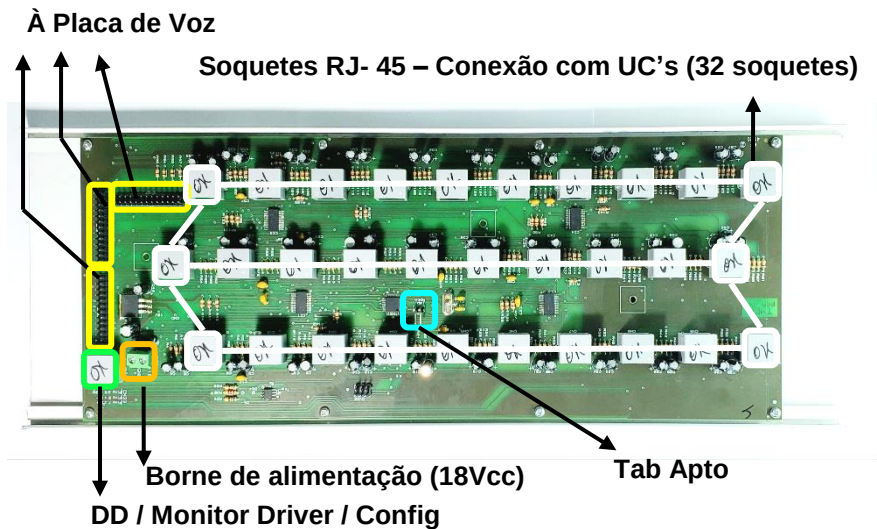

Figura 17 – Painel Concentrador
- f. Localize os soquetes modulares (RJ-45) aos quais serão conectados os cabos vindos das UC's. Estes soquetes encontram-se na placa de sinalização acoplada à tampa frontal do painel e são rotulados (em fábrica) com os números das UC's correspondentes. Veja a **Figura 17** abaixo e a tabela de correspondência das UC's e soquetes que acompanha o seu sistema específico.
- h. Mantenha ainda a fonte de alimentação do sistema desconectada da rede elétrica. Conecte o cabo paralelo vindo da fonte de alimentação (veja o passo **C.** acima) ao borne de alimentação mostrado na **Figura 17** abaixo. O terminal **negativo** da saída da fonte deve ser ligado ao borne de alimentação rotulado com "**GND**". Além disso, o terminal positivo da saída da fonte deve ser ligado ao borne de alimentação rotulado com "**18V**". **Observe que se esta polaridade for invertida, o sistema de chamada não funcionará.**
- I) No Painel Concentrador, ligar o jumper Tab Apto e conectar o cabo RJ45 na entrada PS/Config. – Figura 17.